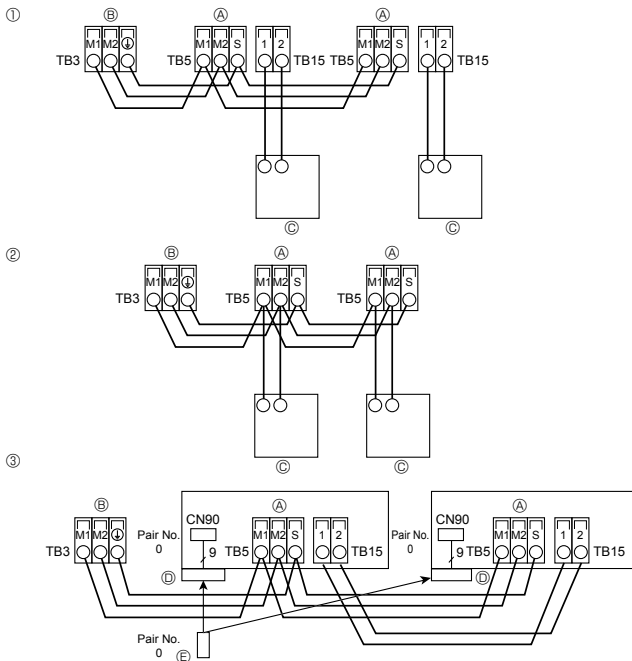

Fig. 4-3
4.4. De afstandsbediening en de transmissiekabels voor het binnen- en buitenapparaat aansluiten (Fig. 4-3)